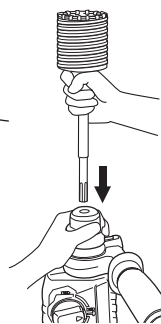
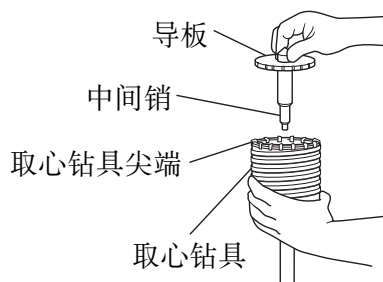

图 18
图 19
- (2) 把取心钻柄安装於锤钻 (图 18)。
- (3) 把中间销插入於导板上直到受挡阻为止。
- (4) 把导板和取心钻具拼装起来, 往右向或左向转动导板, 直到朝下也不掉落 (图 19)。